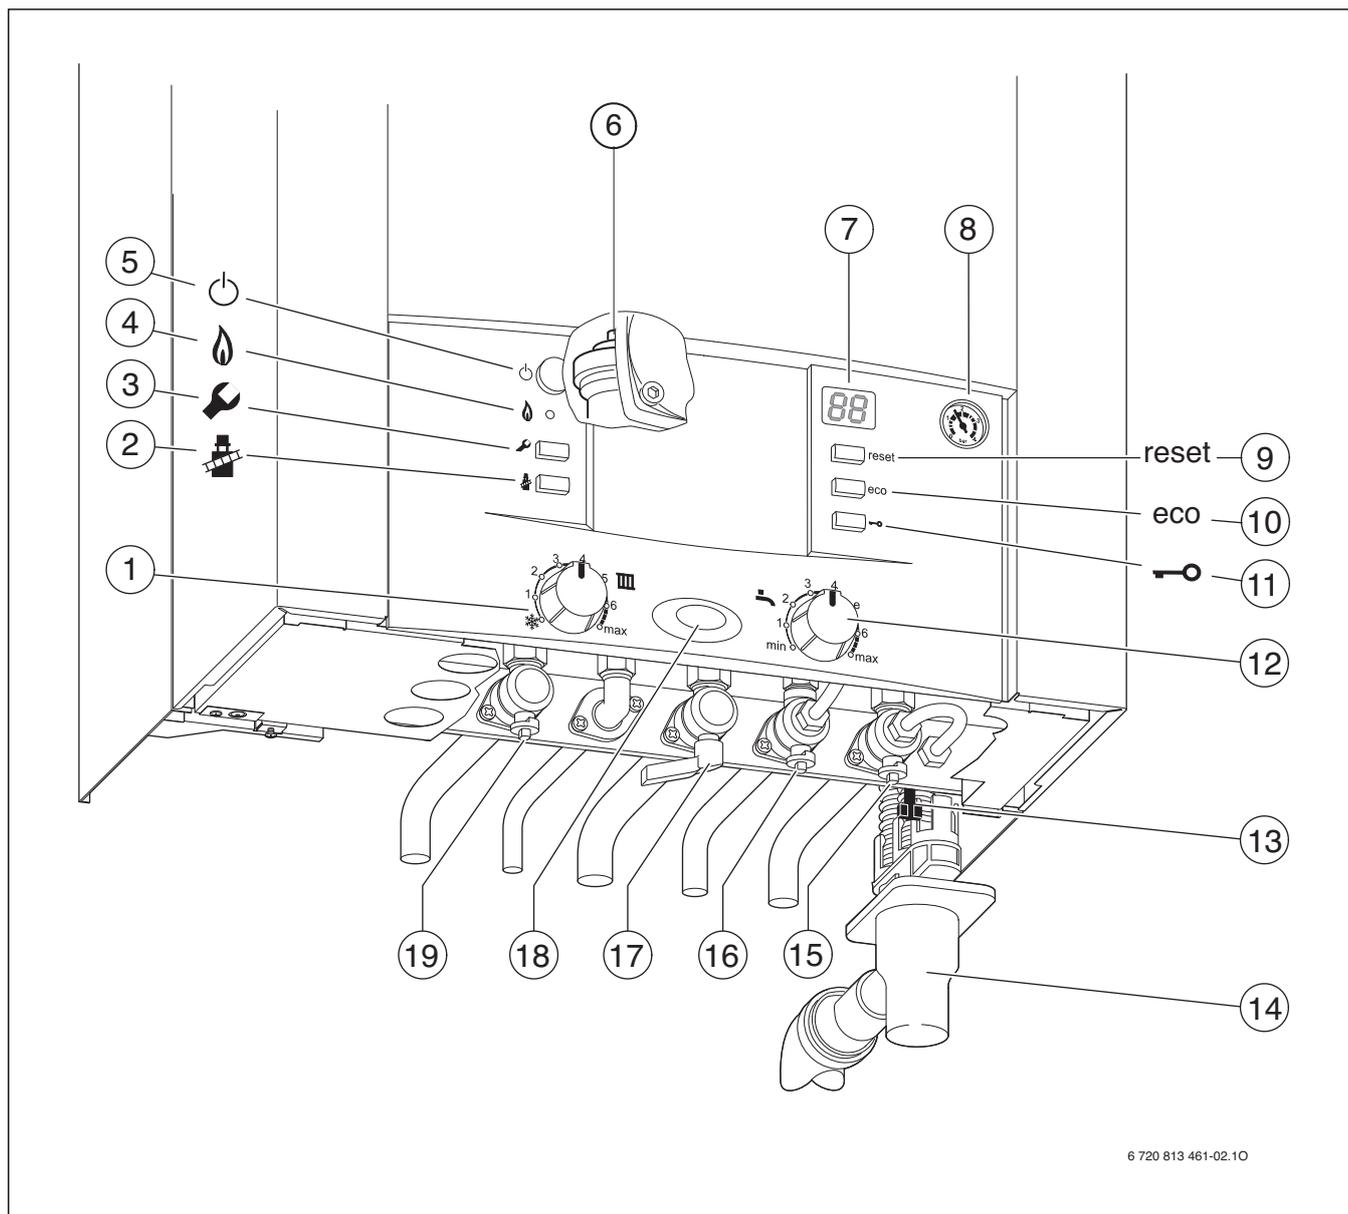

Fig. 22
- ▶ Ouvrir le robinet d'eau froide (→ fig 22, [16]).
- ▶ Ouvrir le robinet de départ du chauffage et le robinet de retour du chauffage (→ fig 22, [15] et [19]), remplir l'installation de chauffage à une pression comprise entre 1 et 2 bars et fermer le robinet de remplissage.
- ▶ Ouvrir le robinet de gaz (→ fig 22, [17]).